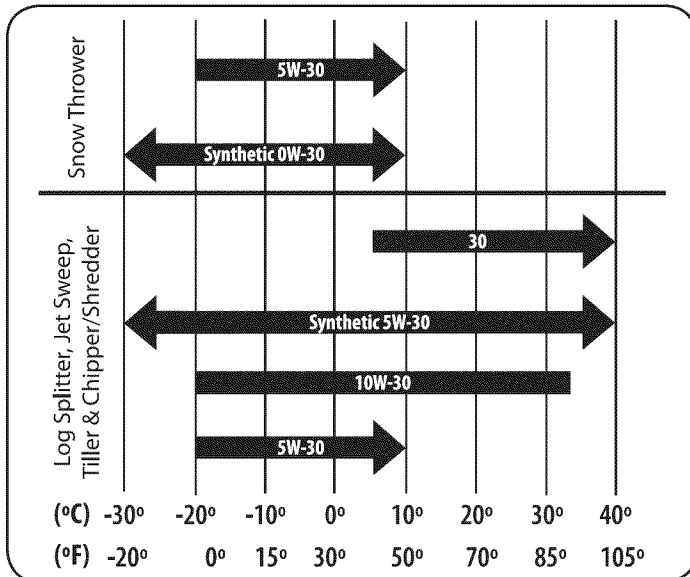

Figura 23
- Consulte la tabla de viscosidad (Figura 23) de los del petróleo. Se recomienda SAE 10W-30 para uso general, a todas las temperaturas. Cuando le agregue aceite al motor, consulte la tabla de viscosidad en la sección de funcionamiento. Use un aceite para motor de cuatro tiempos, o un aceite detergente de calidad premium equivalente con certificado que cubra o exceda las exigencias de los fabricantes de automóviles americanos respecto de la clasificación de servicio SG y SF. Los aceites para motor con la clasificación SG, SF tienen esta designación en el envase.